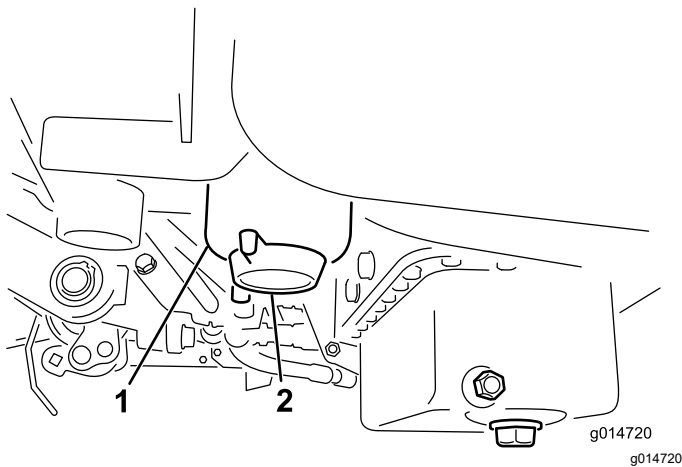

Figura 44
3. Abra el tapón de vaciado del filtro de combustible aproximadamente una vuelta y drene cualquier agua acumulada (Figura 44).